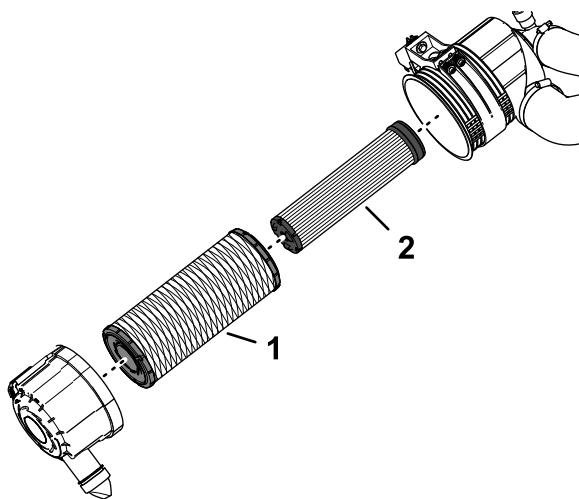

Bild 121
- Überprüfen Sie den Sicherheitsfiltereinsatz (Bild 121). Tauschen Sie das Element aus, wenn es verschmutzt ist.
Wichtig: Versuchen Sie nie, den Sicherheitsfilter zu reinigen (Bild 121). Tauschen Sie den Sicherheitsfilter bei jeder dritten Wartung des Hauptluftfilters aus.